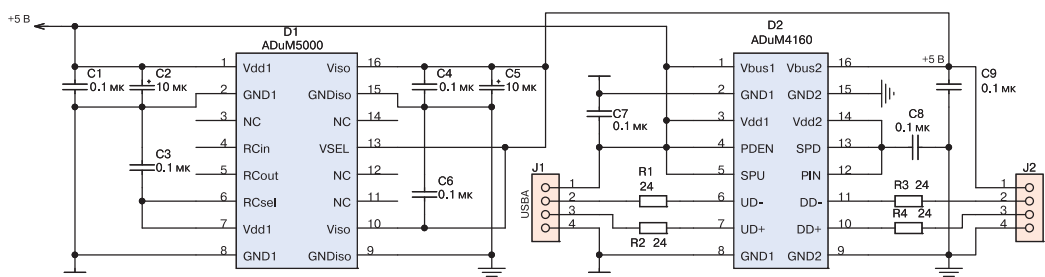

Рис. 10. Схема включения ИМС ADuM4160 в качестве приемопередатчика в изолированном кабеле USB
3. Изолированный порт приема и передачи информации для изолированных USB-кабелей (рис. 10).
В схеме рис. 10 для питания ИМС ADuM4160 используется другой цифровой изолятор – ADuM5000 (табл. 2), который специально разработан для этих целей. Использование специализированного цифрового изолятора ADuM4160 позволяет чрезвычайно просто решить задачу создания изолированного USB-интерфейса.